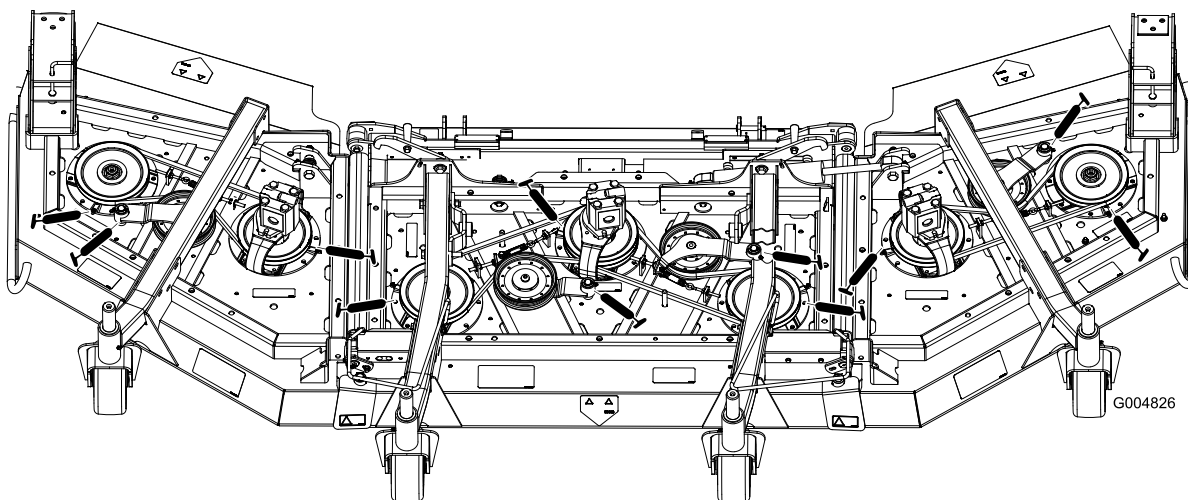

Bild 43
- Spindelwellenlager (3) (unter der Riemenscheibe) (Bild 43)
- Spannarm-Drehbüchsen (2) (Bild 43)